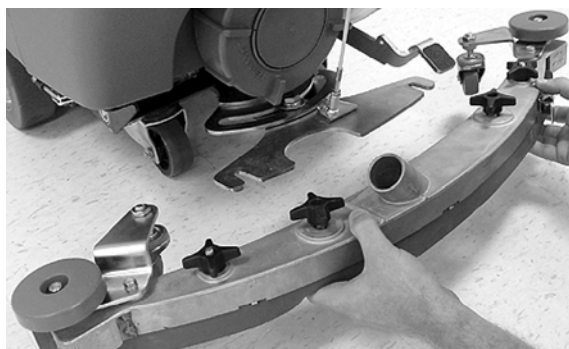

FIG. 4
3. Montez le bloc de racloir sur le support de pivotement du racloir, comme illustré (Figure 4). Assurez-vous que les boutons sont complètement ajustés dans les fentes avant de les serrer.